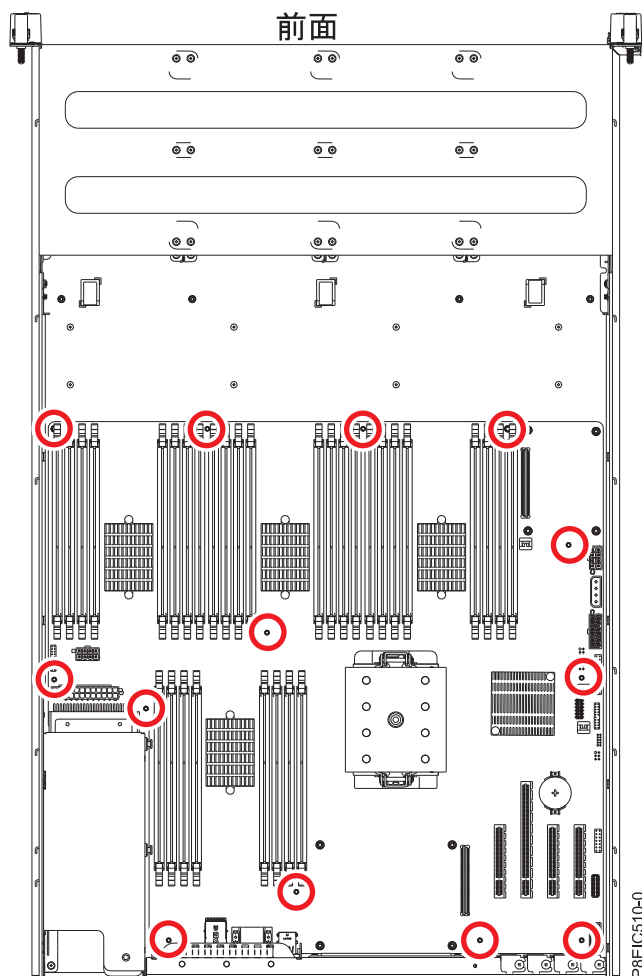

図 84. システム・バックプレーンのねじの位置
14. システム・バックプレーンに 13 本のねじを位置合わせして、締めます。ねじの位置は 78 ページの図 84 に示しています。